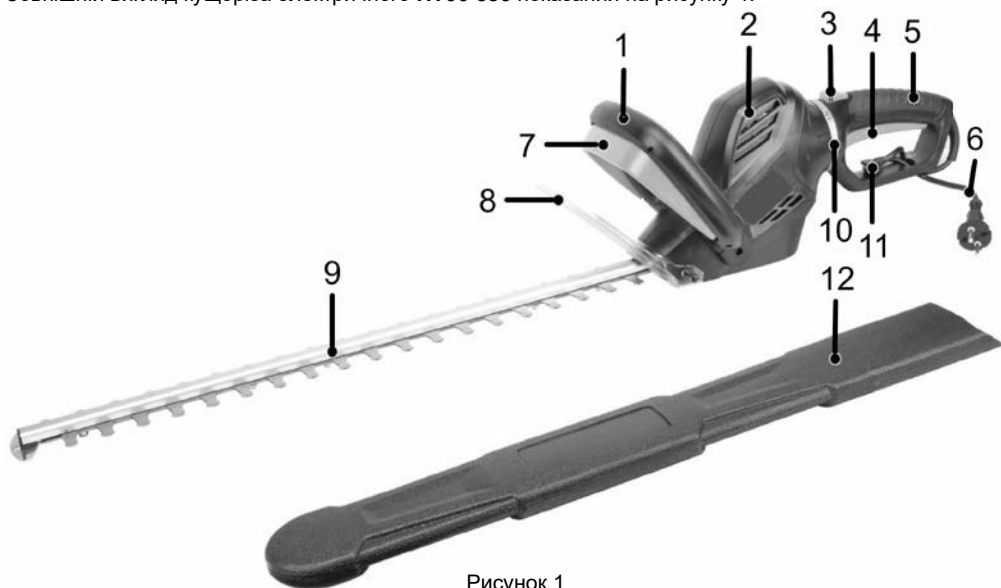

Рисунок 1
3.3 Для роботи необхідно використовувати відповідний подовжувач. Зафіксуйте шнур подовжувача на гачку (11, рисунок 1), завівши петлю шнура в відповідний отвір нижньої частини заднього руків'я (дивіться рисунок 2). Вставте силову вилку пристрою в розетку подовжувача.
3.4 Налаштуйте заднє руків'я для відповідного типу роботи. Для зміни положення руків'я відносно корпусу двигуна натисніть на кнопку блокування положення заднього руків'я (4, рисунок 1) на вибраний кут по шкалі (10, рисунок 1) і відпустіть кнопку блокування. Перевірте фіксацію руків'я в обраному положенні (дивіться рисунок 3).
- Для запуску двигуна кущоріза одночасно натисніть на пускову клавішу (4, рисунок 1) і на важіль розблокування системи запуску (7, рисунок 1).